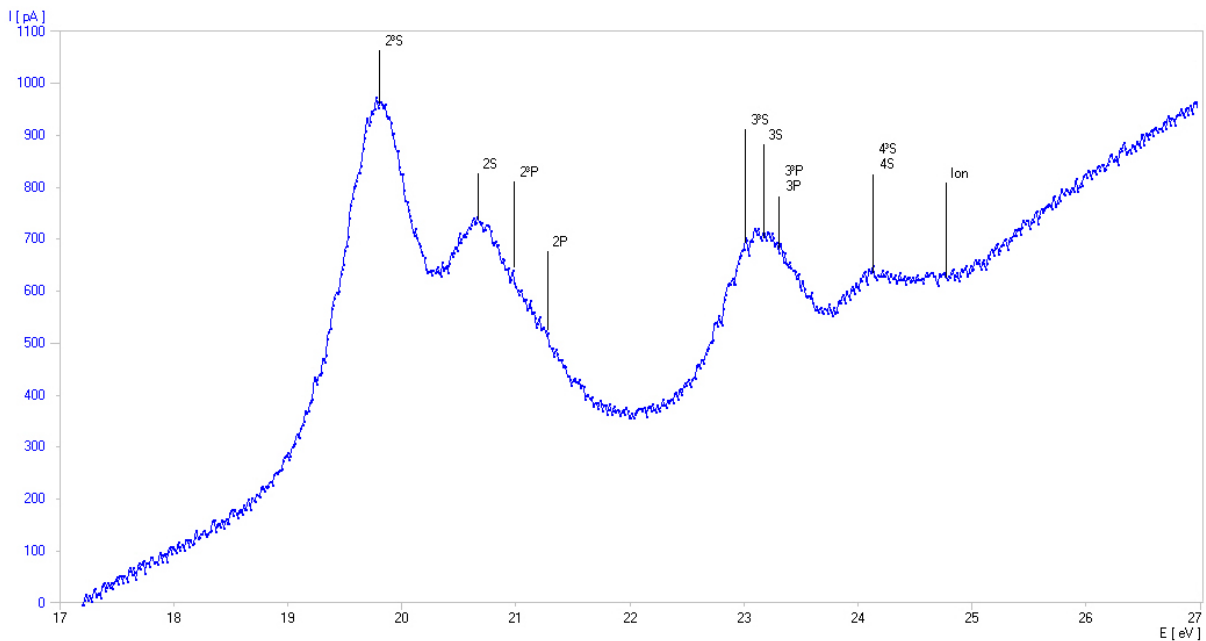

Fig. 3: Determinación de los potenciales críticos del átomo de He (Curva de medida registrada con el 3B NETlog™)
- Se crea un diagrama teniendo en el eje-X la magnitud E y en el eje-Y la magnitud I . (ver Fig. 3).